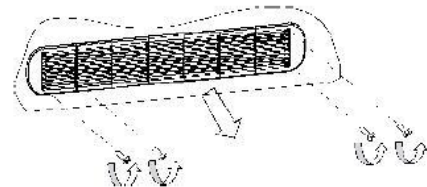

Fig.5-10
- 2) Relâchez le crochet du côté posé selon la Fig.5-10.